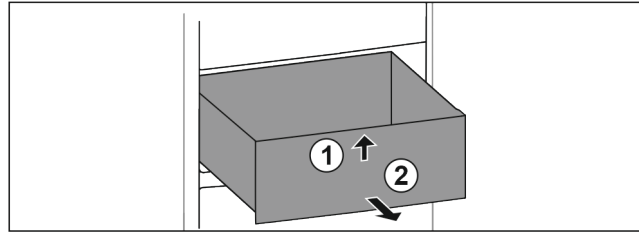

Fig. 13
- ▶ Le soulever à l'avant Fig. 13 (1).
- ▶ Sortir le tiroir par l'avant Fig. 13 (2).